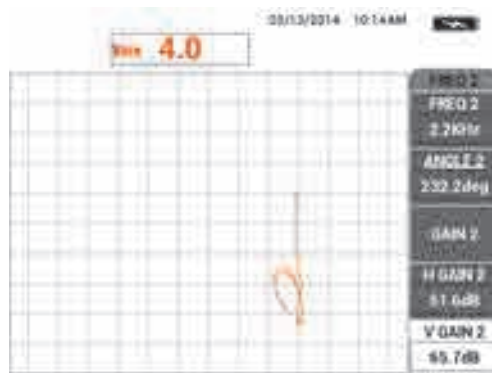

Рис. 5-126 Настройка значения V GAIN 2
22. Поместите преобразователь на риску В, затем, удерживая ПЭП в данном положении, настройте вертикальное усиление **V GAIN 2** (клавиша Е) так, чтобы смешанный сигнал растянулся на 4 деления вверх от нулевой точки (см. Рис. 5-126 на стр. 222).